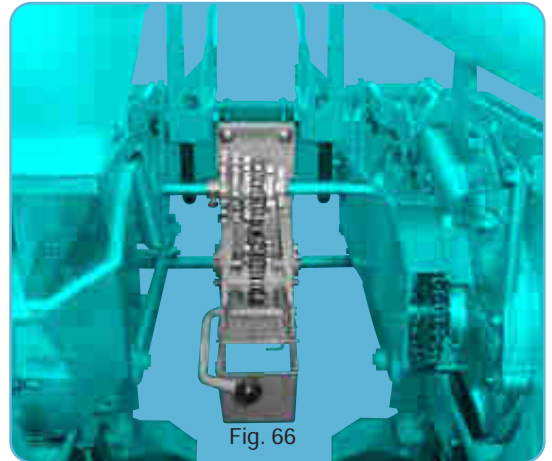

Fig. 66
- Montage pour semoir de 35-40 cm d'inter-rangs (fig.66) en supprimant les 2 paliers (4).
- Montaje para sembradora de 35-40 cm de distancia entre hileras (fig. 66) quitando los 2 cojinetes (4).
- Assembly for planters with 35-40 cm (14-15") inter-row spacing (fig. 66) : remove the bearings. (4)
- Montaggio per seminatrice di 35-40 cm di interfile (fig. 66) eliminando i 2 cuscinetti (4).